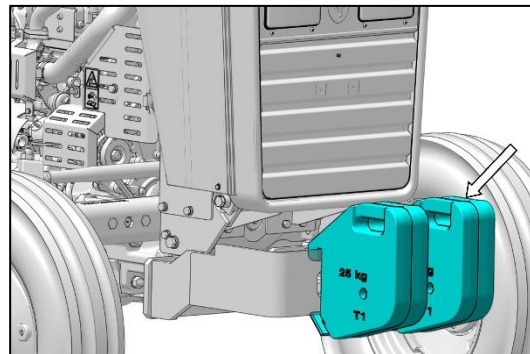

Fig. 75 : PRÉVENTION D'UN RENVERSEMENT ARRIÈRE
- Utiliser des contrepoids avant pour augmenter la stabilité du tracteur lors du remorquage de charges lourdes ou pour contrebalancer le poids d'un outil lourd monté à l'arrière (Fig.75).